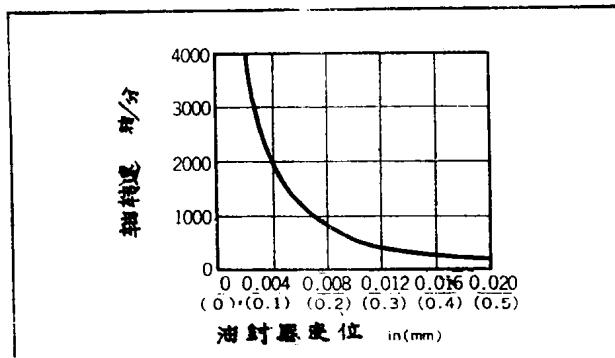

图 8 标准密封件安装偏心与动偏心总和的最大允许值。安装偏心是轴中心和孔中心的偏位。动偏心是测量时指针读数的值
1. 轴转速、装配精度、动偏心对油封的寿命有很大的影响。油封唇口的变位界限根据温度、压力、油封材质的不同而不同。轴的加工精度、装配精度、动偏心、端面跳动公差等，随着速度的增加，要求越来越严格(图 8)。